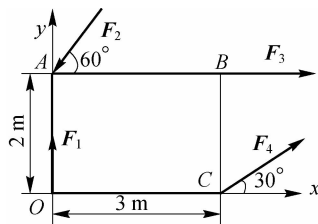

图 1-14
13. 如图 1-14 所示,在长方形平板的 O、A、B、C 点上分别作用有四个力: $F_1=1 \text{ kN}$, $F_2=2 \text{ kN}$, $F_3=F_4=3 \text{ kN}$,试求以上四个力构成的力系对点 O 的简化结果。